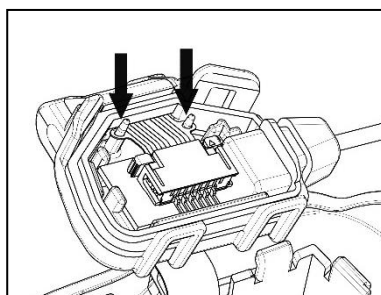

Fig. 8
8. Insert the side rings of the keypad flex in the two fixing pins (Fig. 8).
8. Inserire gli anelli laterali del flex tastiera nei due perni di fissaggio (Fig. 8).
8. Insérer les anneaux latéraux du câble plat flexible du pavé dans les deux broches de fixation (Fig. 8).